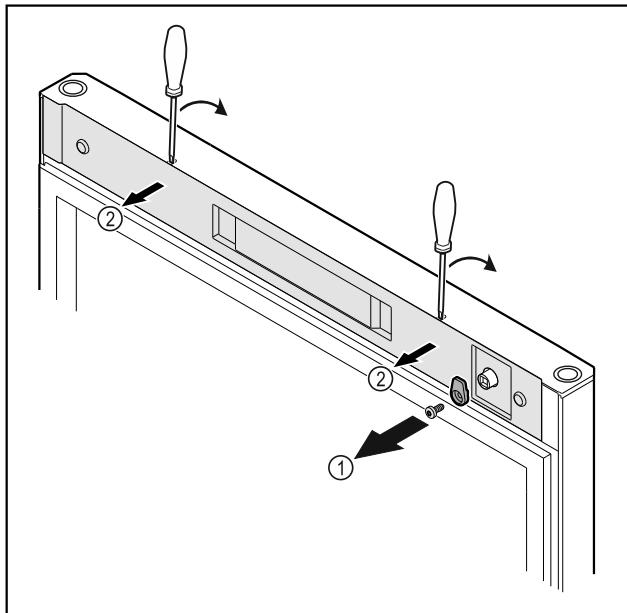

Fig. 16
- Odvrnite kuke za zatvaranje Fig. 16 (1).
- Odvojite poklopac Fig. 16 (2) malim odvijačem i skinite ga.